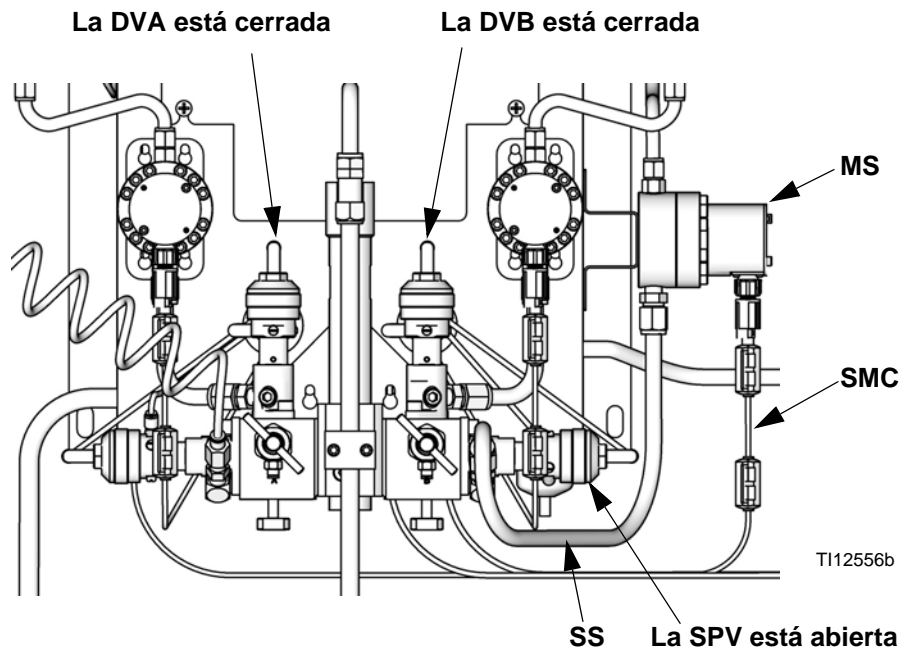

Fig. 121. Configuración de empuje con disolvente
1. Consulte FIG. 121. Instale el medidor de disolvente (MS) en el lado de la estación de fluido, como se explica en el Manual de instalación del ProMix.